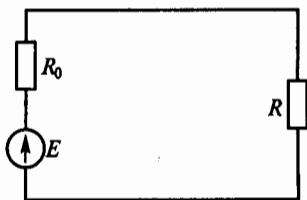

Рис. 10
**1.22.** Как определить мощность  $P$ , выделяющуюся в нагрузке с сопротивлением  $R$  на рис. 10, если заданы параметры источника электроэнергии  $E$  и  $R_0$ ?